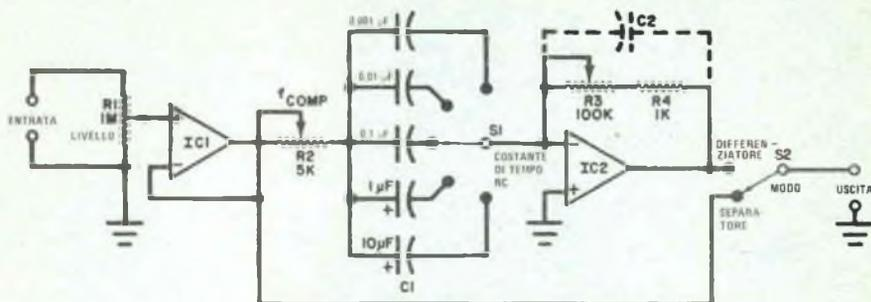

Fig. 3 - Amplificatore separatore e differenziatore con parecchie costanti di tempo RC.
**Circuiti nuovi** - Nella *fig. 3* è riportato un circuito di amplificatore separatore e differenziatore. Tale circuito è una versione migliorata e più versatile del differenziatore descritto a pag. 41 del numero di Giugno 1973 della nostra rivista, ed è adatto per controllare la distorsione di onde sinusoidali; ha però il vantaggio di offrire parecchie differenti costanti di tempo RC, permettendone l'applicazione su una più vasta gamma di frequenze di prova. Inoltre, il circuito può essere usato per prove più generiche come amplificatore separatore.